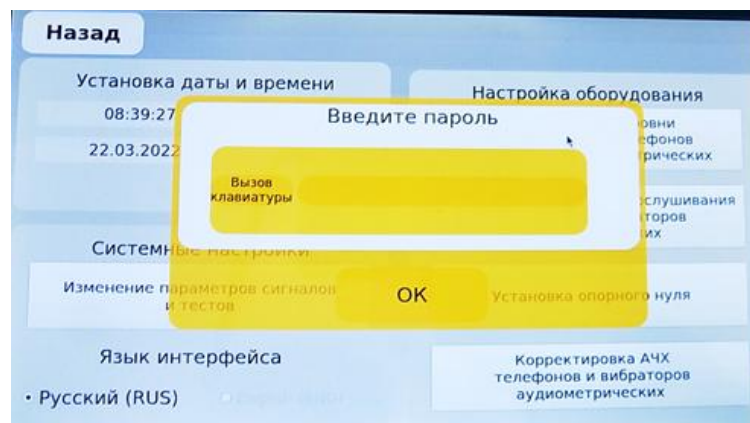
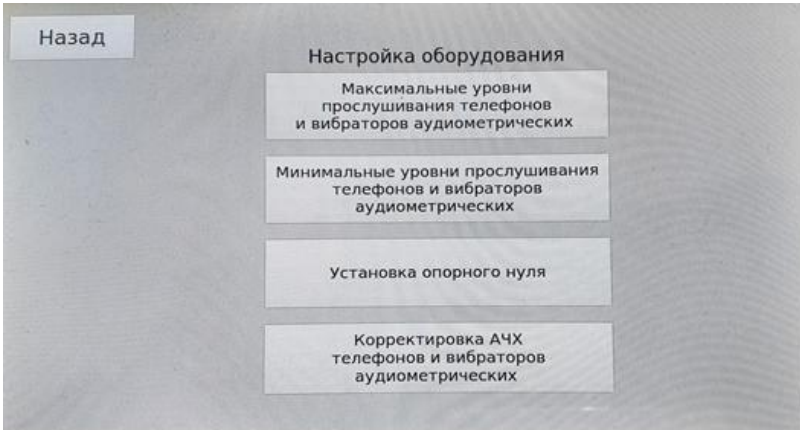

Рис.16. Меню ввода пароля
Рис.17. Калибровка аудиометра
- 5) **Калибровка аудиометра**. (рисунок 17)
Меню предназначено для настройки и обслуживания прибора (рисунок 17). Вход через пароль, заданный заводом-изготовителем (рисунок 16).